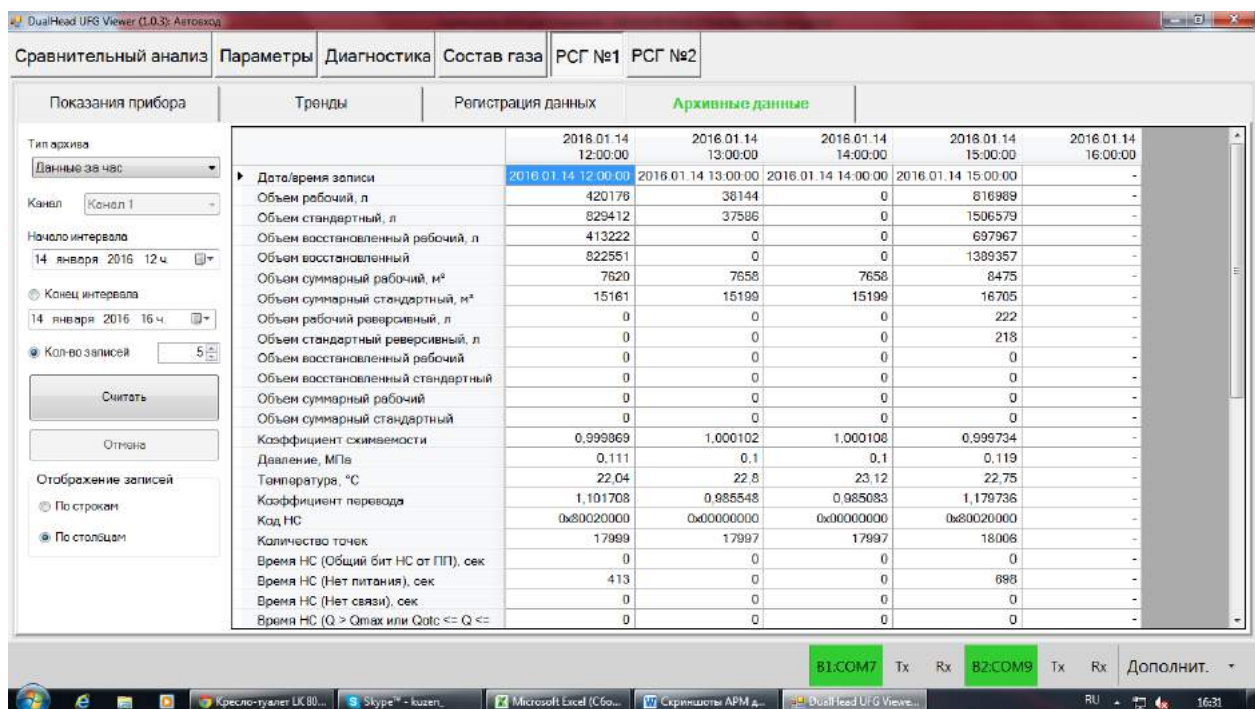

Рисунок 2.38
- архивные данные (рисунок 2.38).